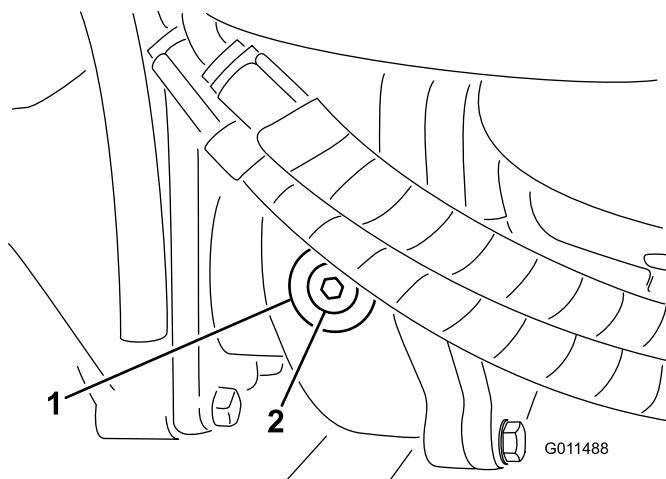

Figura 14
2. Retire el tapón de verificación/llenado del lado izquierdo de la caja de engranajes (Figura 14) y asegúrese de que el lubricante llega al borde inferior del orificio. Si el nivel es bajo, añada suficiente lubricante para que el nivel llegue al borde inferior del orificio.